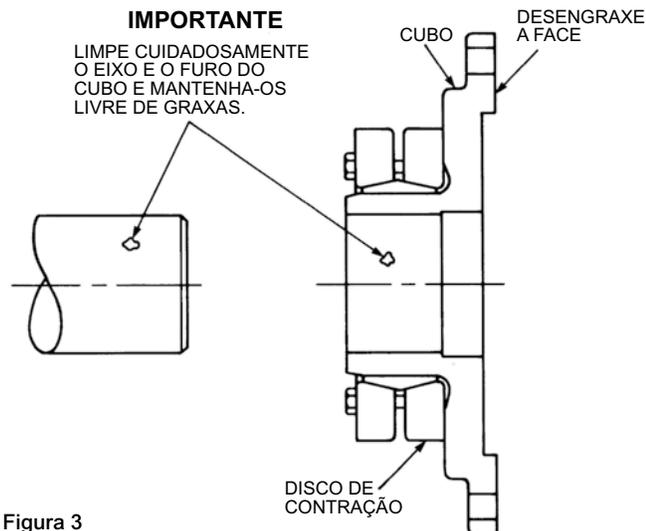

Figura 3
1. Limpe, desengraxe e seque completamente as faces de montagem dos flanges dos cubos do acoplamento, o redutor e os eixos acionados. Limpe com um solvente não inflamável. Veja também a Figura 3, pág. 2.
- (4) Desengraxe o furo do cubo e a área de assentamento no eixo. Veja a Figura 3.